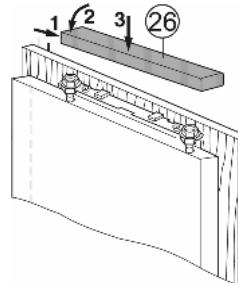

Fig. 19
- ▶ Установите и защелкните верхнюю крышку Fig. 19 (26).